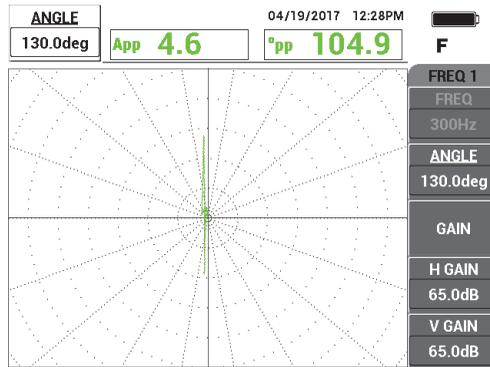

Figura 5-228 Ajuste de fase de la señal
3. Pulse la tecla ANGLE () y, a continuación, gire la señal hasta que la señal proveniente de la perforación esté vertical (vea la Figura 5-228 en la página 313).